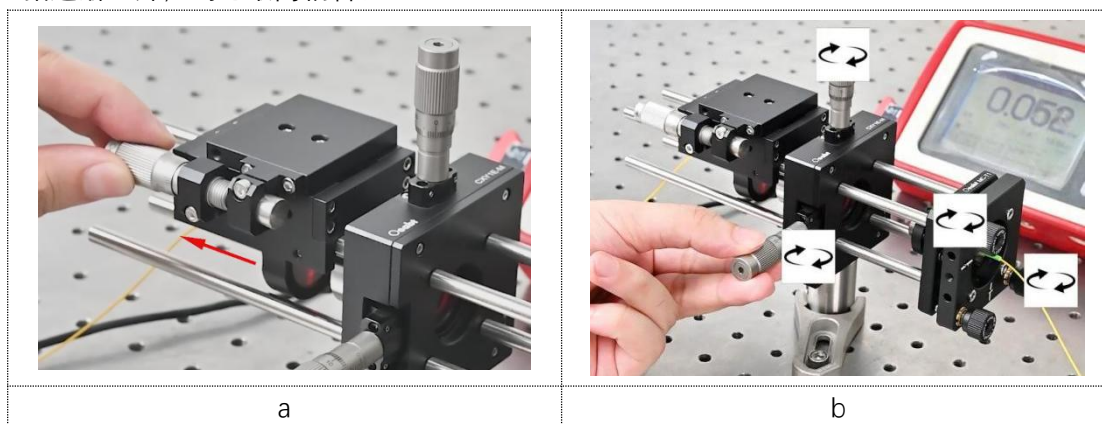

图 4-9
⑤、旋拧“直线笼式镜架”侧面旋钮让“出射光纤”往焦点前进（如图 4-9 红色箭头方向移动），同步回调旋拧“物镜平移架”和“入射端镜架”（如图 4-9 黑白色图标，两个方向都尝试一下），监测让激光功率至最大；然后重复此步骤流程，对镜架进行来回调整，直到数据逐渐上升，到达最高耦合。